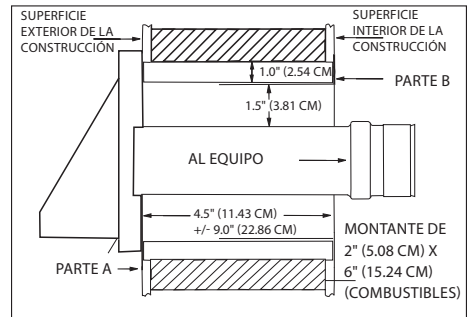

Figura 19
- Determine la ubicación y corte una abertura para el guardacabo de pared (consulte la **Figura 19**).